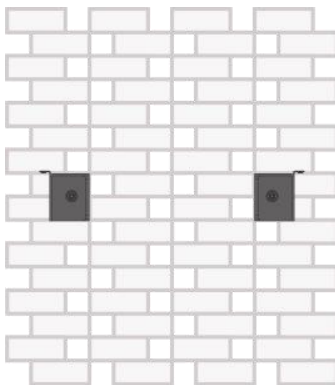

Figura 3-7
4. Fije el perno de expansión M6 en el fondo del orificio en la pared y fije el soporte a la pared con pernos M6, manteniendo una fuerza de torsión de 9,8 Nm, como se muestra en la Figura 3-7